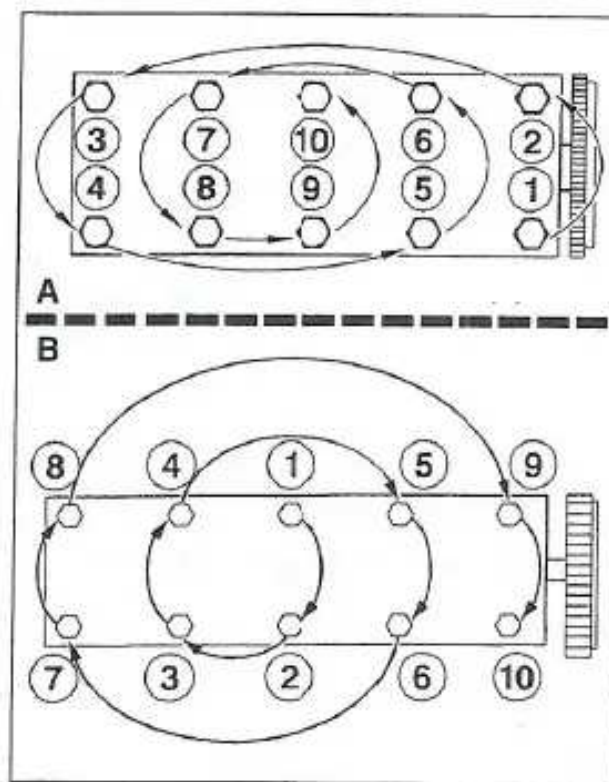

FIGURA 1-25
- Aflojar progresivamente y en el orden correspondiente los 10 tornillos de culata (figura 1-25).